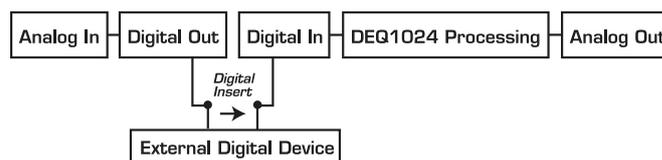

Fig. 2.5: Flusso del segnale nel modo PRE EQ
- 11 Premendo a lungo il tasto **CONFIG** si seleziona la modalità di funzionamento generale dell'impianto: **ANALOG** (LED verde), **DIGITAL** (LED giallo), **PRE EQ** (LED giallo) o **POST EQ** (LED giallo). Nei modi PRE EQ e POST EQ i collegamenti digitali posteriori possono essere utilizzati come punto insert digitale, ad esempio per un processore dinamico aggiuntivo. Nel modo PRE EQ il punto di insert si trova davanti all'EQ, nel modo POST EQ al contrario si trova dietro (vedi Fig. 2.5 e 2.6).